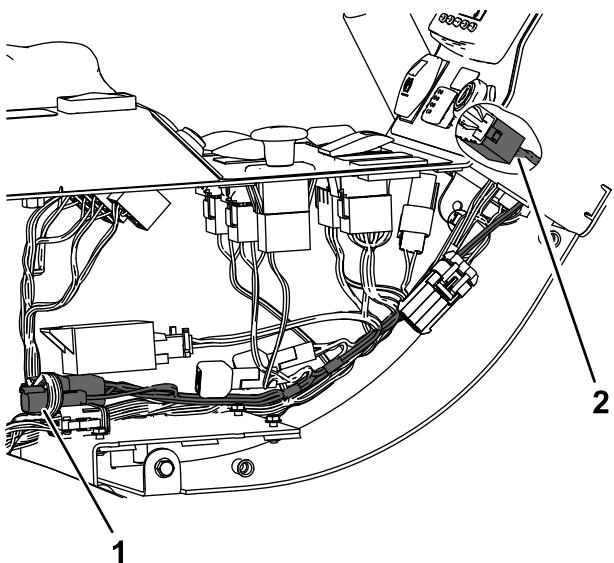

Figura 5
1. Conecte el nuevo arnés de cables al interruptor del freno auxiliar (Figura 5).
2. Conecte el arnés de cables al conector de alimentación de las luces para la UE dentro de la consola (Figura 5).